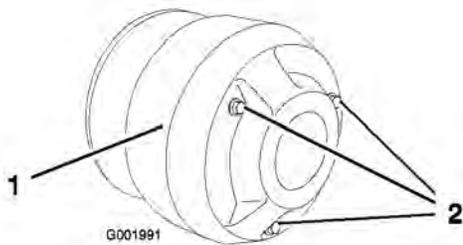

Figura 53
4. Togliete i tre bulloni che fissano il carter della frizione e togliete il carter (Figura 53).